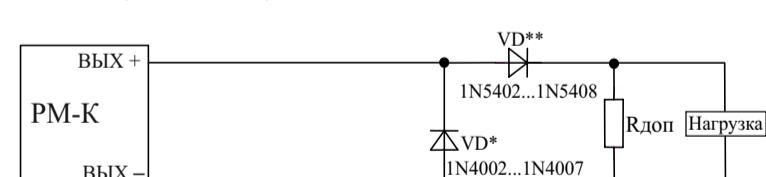

Рисунок 2
5.6 Для обеспечения контроля целостности выходных цепей в разрыв выходной цепи **непосредственно** к нагрузке должны быть подключены диоды или устройство подключения нагрузки (далее по тексту – УПН) (Рисунок 2).
5.9 При значении тока, протекающего через нагрузку во включенном состоянии выхода, менее 50 мА, для обеспечения контроля целостности выходных цепей параллельно нагрузке должен быть подключен резистор ($R_{доп}$) (Рисунок 2).
$I_{нагр}$ – ток, протекающий через нагрузку во включенном состоянии выхода, А; 0,06 – постоянная величина, принятая для расчета на основе минимального тока контроля, А; 1 – падение напряжения на диоде VD^{**} (Рисунок 2), В;